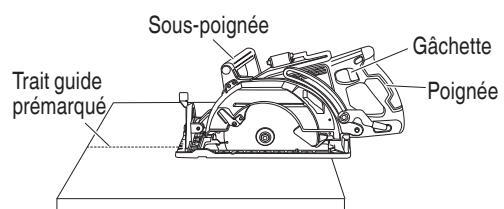

Fig. 29
- (3) Vérifier que l'interrupteur est tourné sur la position ON (marche) avant que la lame de scie n'entre en contact avec le bois. L'interrupteur se déclenche (ON) quand on appuie sur la gâchette, et il se coupe quand on relâche la gâchette. Déplacer la scie en ligne droite et à vitesse constante pour obtenir le meilleur rendement de coupe possible. (Fig. 29)